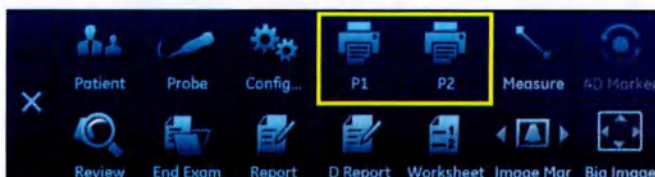

Рис. 13-1. Элементы управления печатью на рабочей панели
Управление принтером осуществляется с помощью вкладки **P1/P2** на рабочей панели на панели быстрого доступа (см. Рис. 13-1).
1. Нажмите **P1/P2** на панели быстрого доступа (см. Рис. 13-1).